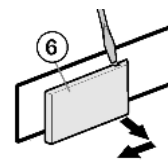

Fig. 6
- ▶ Afdekking Fig. 6 (6) aan de greepzijde met behulp van een schroevendraaier losmaken en naar buiten afnemen.